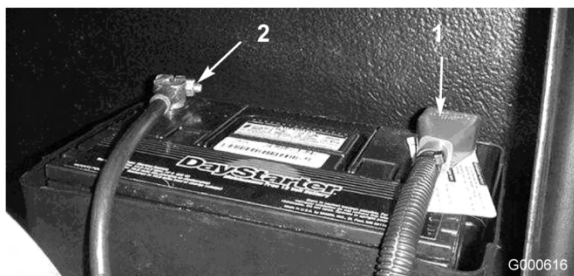

Figure 40
5. Raccordez le câble positif (rouge) de la batterie à la borne positive (+) et le câble négatif (noir) à la borne négative (-) (Figure 40). Fixez les câbles aux bornes avec les vis et les écrous. Assurez-vous que le collier du câble positif (+) est bien engagé sur la borne de la batterie et que le câble est disposé tout près de la batterie. Le câble ne doit pas toucher le couvercle de la batterie. Placez le capuchon protecteur sur la borne positive pour éviter les courts-circuits.